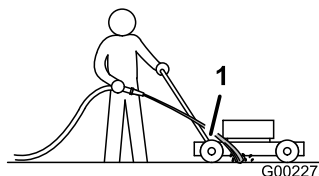

Figura 33
3. Mantenha a mangueira ligada ao nível do manípulo e direcione a água para fluir para o solo mesmo em frente do pneu traseiro direito (Figura 33).